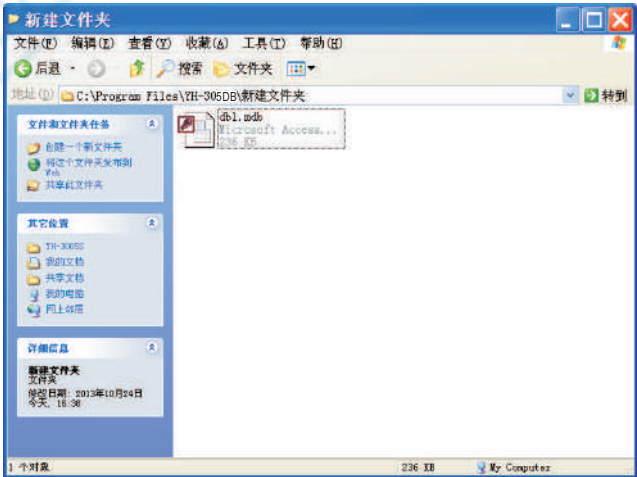

图4\_31
3) 双击复制出来的“db1.mdb”文件，启动Microsoft Office Access软件如图4\_32。